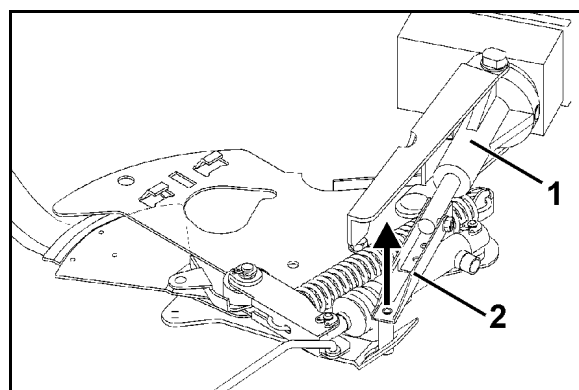

Fig. 14
4. Løft stillmotoren (Fig. 14/1) og frigjør støtstangen (Fig. 14/2) fra innstikksfestet i doseringsspjeldet.